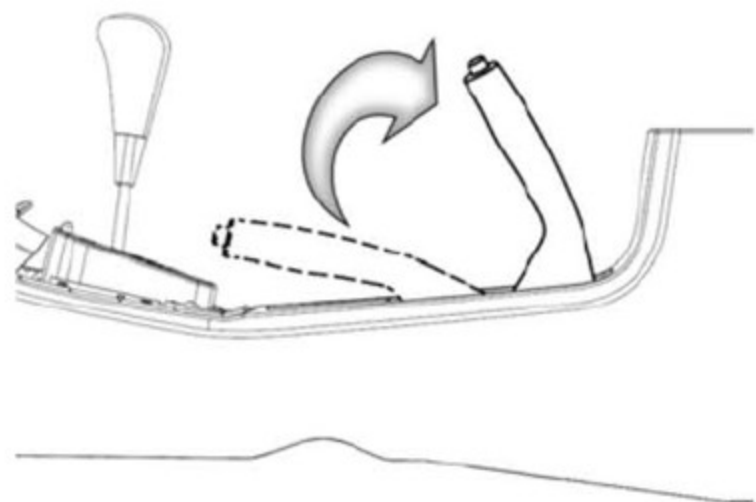

图6-2-3手刹护板橡胶挡块总成的拆卸(1)
- (1) 先将手刹拉起一定高度,使手刹护板橡胶挡块组件完全可见。如图6-2-3所示: